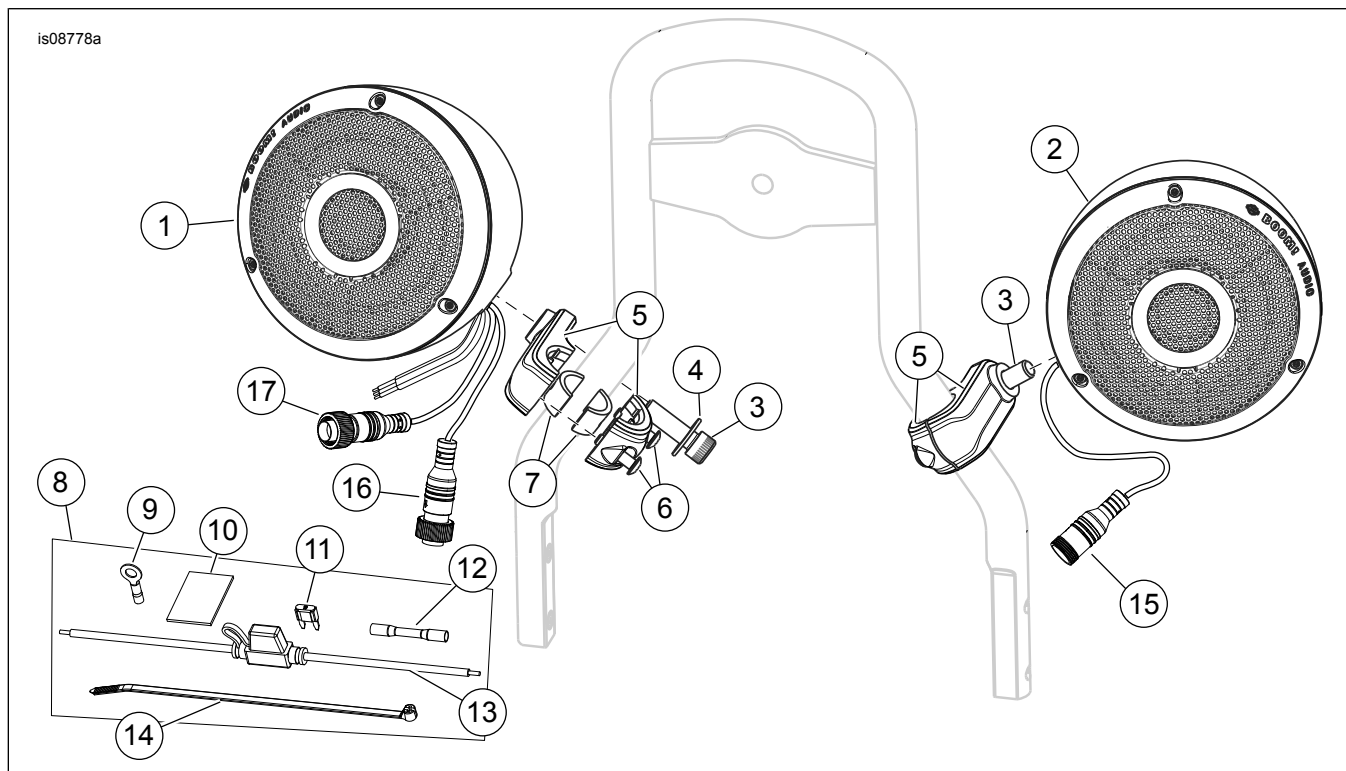

Figura 1. Piezas de servicio, Kits de altavoces montados en la pieza vertical
Vea Figura 1 y Tabla 1.
- Vea Figura 1. La cápsula de altavoz (1) con **tres** conectores eléctricos se monta en el lado **derecho** de la pieza vertical. La cápsula de altavoz (2) con **un** conector eléctrico se monta en el lado **izquierdo** de la pieza vertical.
- Figura 1. Las piezas verticales pequeñas y redondas necesitan espaciadores (7) y abrazaderas (5). Las piezas verticales cuadradas usan abrazaderas (5). Hay recortes cuadrados en las abrazaderas. Las piezas verticales grandes y redondas usan abrazaderas (5).